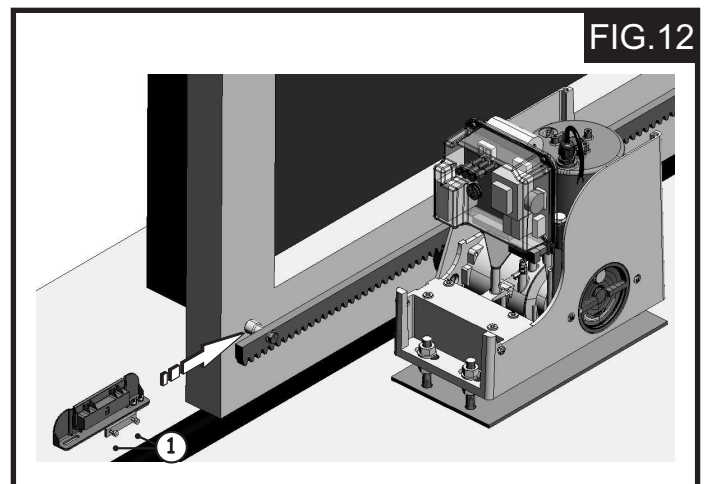

FIG.12
- 4º Deslice sobre la cremallera, en la dirección del motor, el imán más cercano al Accionamiento, (Fig.12). Tan pronto como el diodo correspondiente al final de carrera presente en el Cuadro de Control se apague, haga avanzar el imán otros 10 mm y fíjelo con los tornillos (Fig.12 Ref. 1).